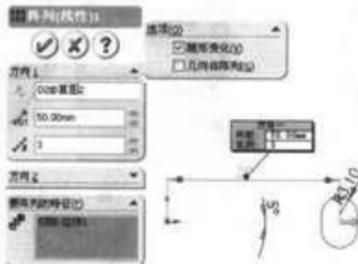

图 11-6 异形孔线性阵列
(4) 创建异形孔线性阵列。单击特征工具栏中的 \square (线性阵列) 工具, 显示“阵列 (线性 1)”属性管理器, 阵列方向一定要选草图尺寸 30, 并勾选“随形变化”复选框, 可看到指示阵列方向的灰色箭头, 如图 11-6 所示, 单击 \checkmark (确定) 按钮, 生成“阵列 (线性 1)”特征。